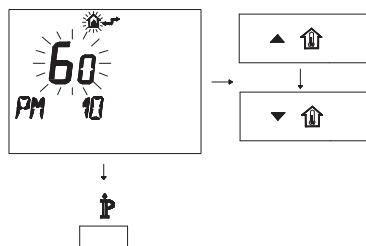

Fig. 5.70
- Per modificare il SET programmato agire sui pulsanti  o  e aspettare che il numero programmato cominci a lampeggiare (Fig. 5.70).